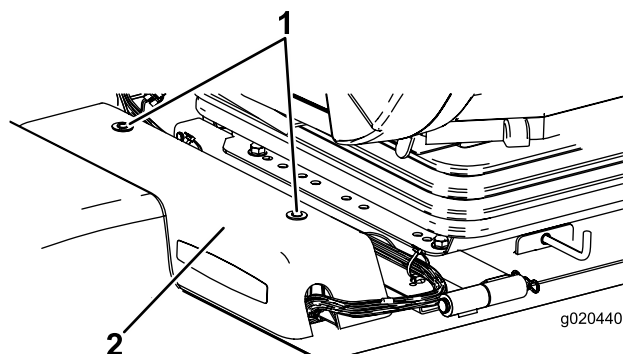

Figura 7
1. Retire los 2 tornillos Allen que sujetan la tapa del panel eléctrico al bastidor, y retire la tapa (Figura 7).